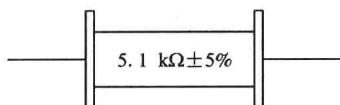
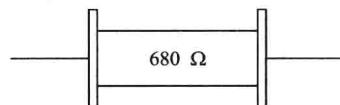

图 1-2 电阻标称值为 $5.1\text{ k}\Omega$
图 1-3 电阻标称值为 680Ω
(1) 直标法：是将电阻器的标称阻值用数字和文字符号直接标在电阻体上，其允许偏差则用百分数表示。未标偏差值的即为 $\pm 20\%$ 。图1-2、图1-3的电阻标志方法即为直标法。